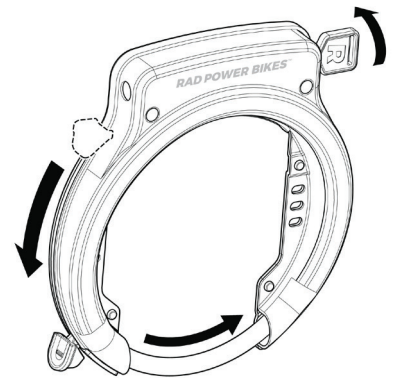

Figure 4 Verrouillage de l'antivol de cadre.
- Pour verrouiller la roue, tourner la clé dans le sens des aiguilles d'une montre et faire glisser le levier de pouce vers l'ouverture de l'antivol de cadre jusqu'à ce que la manille se verrouille en position complètement fermée. Tourner ensuite la clé dans le sens inverse des aiguilles d'une montre pour verrouiller la manille dans cette position (voir figure 4). Assurez-vous que la manille n'interfère pas avec les rayons ou la jante de la roue.